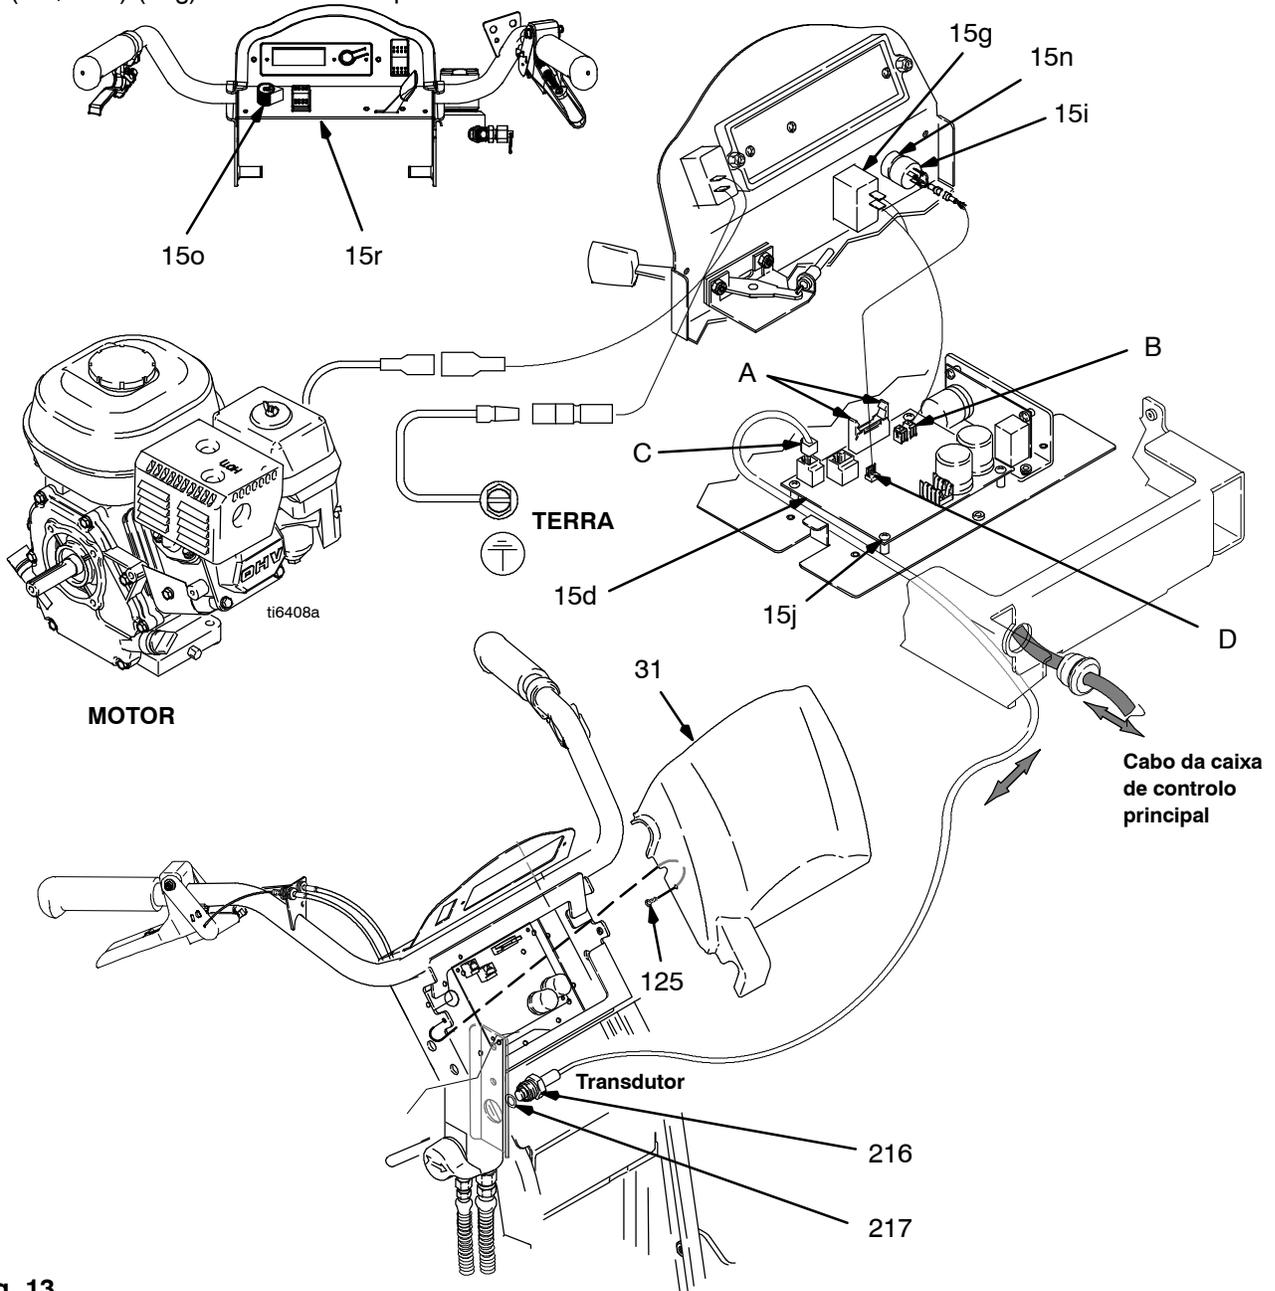

Fig. 13
2. Fig. 13. Retire os dois parafusos (125) e a tampa (31).
3. Puxe e abra as patilhas do conector do visor (A) na placa de circuitos impressos e retire o conector do visor.
4. Desligue o conector (B) do interruptor de ligar/desligar (ON/OFF) da placa de circuitos impressos.
2. Fig. 13. Retire os dois parafusos (125) e a tampa do regulador da pressão (31). Puxe e abra as patilhas do conector do visor na placa de circuitos impressos e retire o conector do visor.
4. Fig. 13. Retire os quatro parafusos (15j) do painel de controlo (15d).
1. Fig. 13. Instale o painel de controlo (15d) com os quatro parafusos (15j).
3. Fig. 13. Insira o conector do visor na placa de circuitos impressos e bloqueie as respectivas patilhas na placa de circuitos impressos. Instale a tampa do regulador da pressão (31) com os dois parafusos (125).
2. Fig. 13. Retire os dois parafusos (125) e a tampa do regulador de pressão (31).
3. Desligue o fio do transdutor (C) do painel de controlo (15d).
4. Retire o transdutor do regulador da pressão (216) e o anel em O (217) do tubo do filtro (40).
1. Fig. 13. Instale o anel em O (217) e o transdutor do regulador da pressão (216) no tubo do filtro (40). Utilize um binário de aperto de 35 - 45 pés - lbs.
2. Ligue o fio do transdutor (C) ao painel de controlo (15d).
3. Instale a tampa do regulador de pressão (31) com os dois parafusos (125).
3. Desligue o fio (D) do painel de controlo (15d).
2. Fig. 13. Instale o potenciómetro de regulação da pressão (15i), a porca do veio, a anilha de segurança e o botão do potenciómetro (15o).
3. Ligue o fio (D) ao painel de controlo (15d).
4. Instale a tampa do regulador de pressão (31) com os dois parafusos (125).